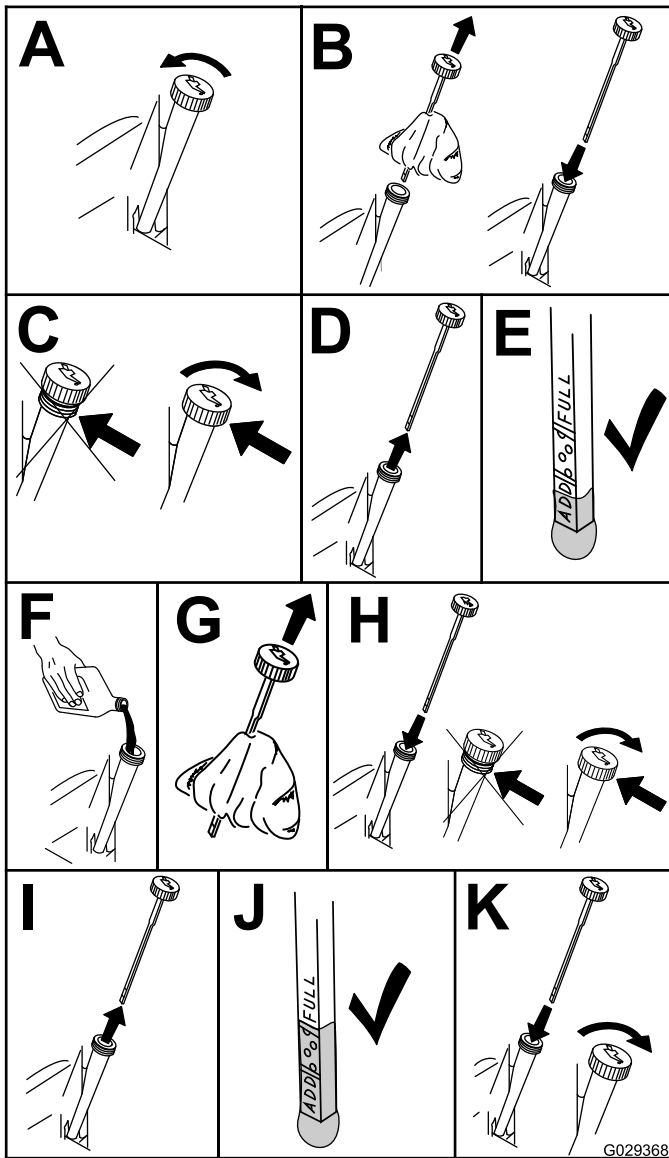

Figura 34
- Verifique o nível de óleo do motor (Figura 34).